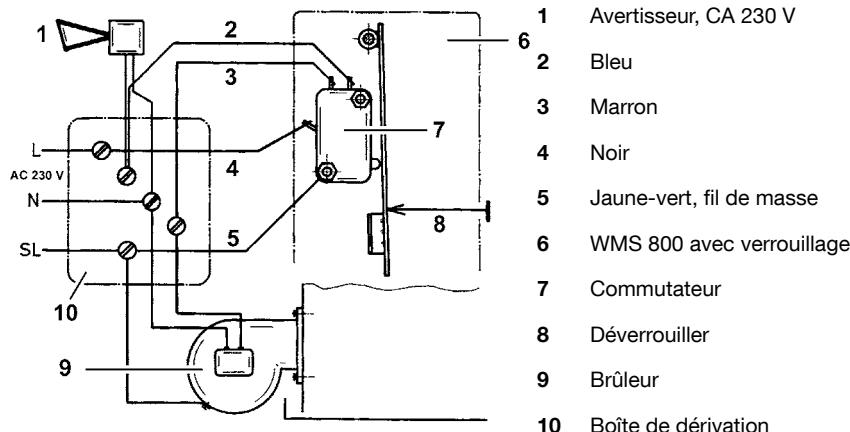

Figure 4: Branchement électrique WMS 800 avec verrouillage
- ▶ Brancher les autres fils dans une boîte de dérivation dans les règles de l'art conformément à la figure 4, page 9. Réaliser les fils de couplage qui ne font pas partie de la livraison en DN 20 ou  $\frac{3}{4}$ " min.